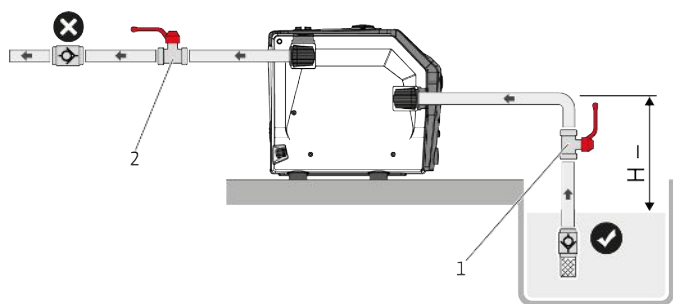
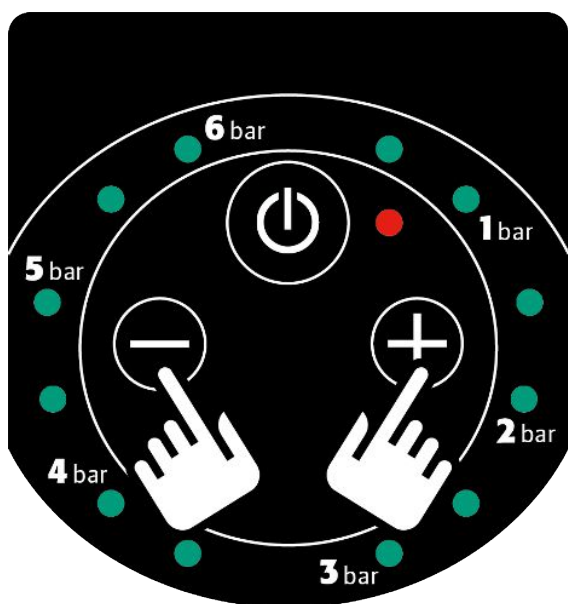

Fig. 7: Λειτουργία αναρρόφησης
Fig. 10: Πλήκτρο + και -
1. Εάν το προϊόν είναι εγκατεστημένο σε λειτουργία αναρρόφησης (Fig. 7), πατήστε ταυτόχρονα τα πλήκτρα χειρισμού «+» και «-» για 5 δευτερόλεπτα (Fig. 10).
1. Κλείστε τις βάνες σύρτη (Fig. 7 – θέση 1, 2) στις πλευρές αναρρόφησης και κατάθλιψης.